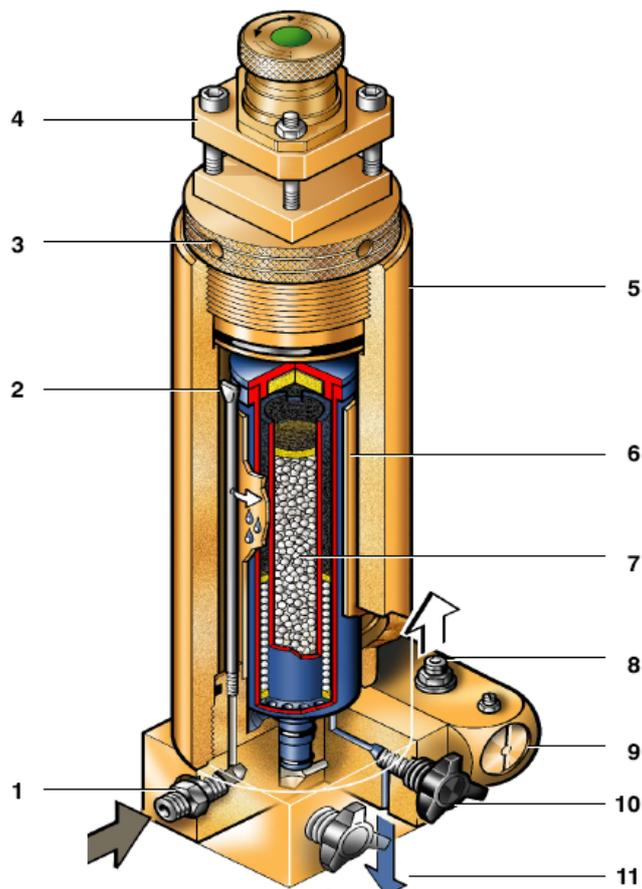

Рис.29. Фильтрующая система P21
Сжатый воздух, покидающий финальную стадию, охлаждается в охладителе до температуры на 10°-15°С выше окружающей и попадает в фильтрующую систему **P21** с картриджем **TRIPLEX** длительного ресурса (Рис.29).
- Открутите крышку фильтра против часовой стрелки (3, рис. 29).